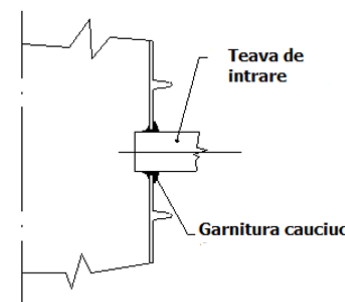

Figura 4.
- Introduceți țeava uniform, verificând etanșeitatea. (figura 4)